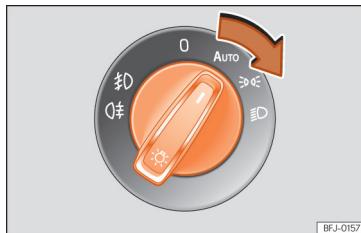

Abb. 93 Instrumententafel: Lichtschalter.
- Lichtschalter in die gewünschte Position drehen »» **Abb. 93.**